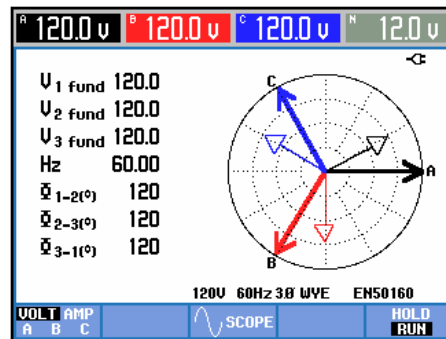

Figure 6-3. Diagramme vectoriel pour ÉnergiMètre correctement connecté
Utilisez les modes de forme d'onde et d'indicateur de phase d'oscilloscope pour vérifier si les cordons de mesure et les pinces de courant sont connectés correctement. Dans le diagramme vectoriel, les tensions et courants de phase L1 (A), L2 (B) et L3 (C) devraient s'afficher en séquence tandis que vous les observez dans le sens des aiguilles d'une montre, comme illustré à la figure 6-3.